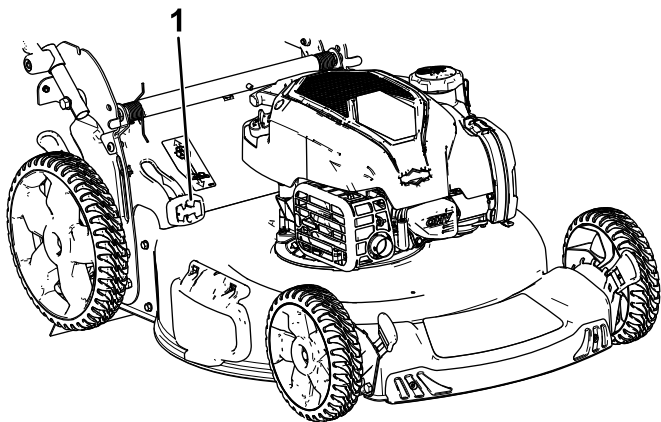

Figure 15
- **Pour ramasser les déchets d'herbe et de feuilles**, appuyez sur le bouton du levier de ramassage sur demande et déplacez le levier complètement en avant jusqu'à ce que le bouton ressorte (Figure 15).